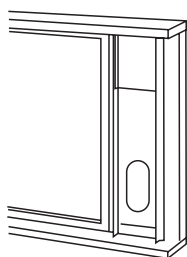

Fig. 14
3. Corte o selo de espuma (tipo adesivo) no comprimento apropriado e una-o à parte superior da janela. Apresentado na Fig. 14